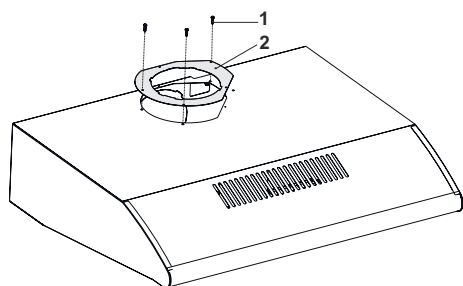

Fig. 19
5. ➔ Montere beslaget til fastgørelse af spjældet igen Fig. 19.